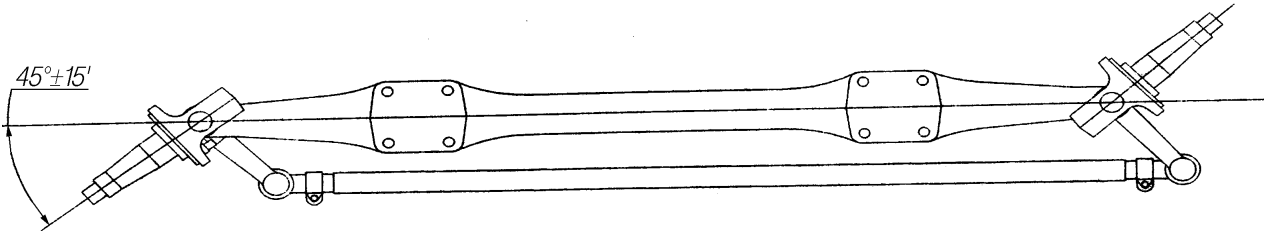

Рис. 31. Регулировка угла поворота цапфы
6. Осуществить регулировку поворотного кулака. При этом необходимо обеспечить максимальный угол поворота левого или правого поворотных кулаков $45^{\circ} \pm 15'$ на плоскости, при повороте переднего колеса налево или направо (рис. 31).